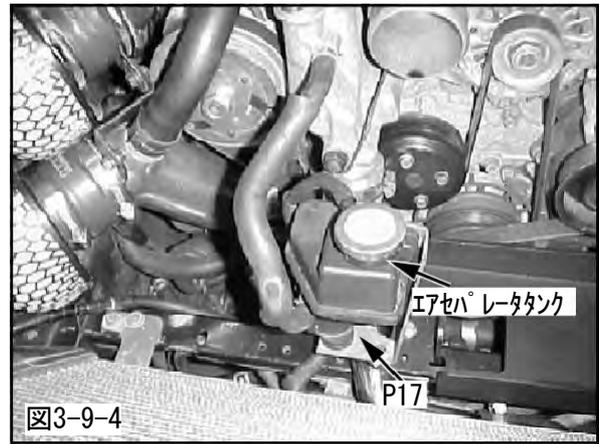

図3-9-4
- (7) エアセパレータタンクをバッテリートレイに取付けてください。(図3-9-4)